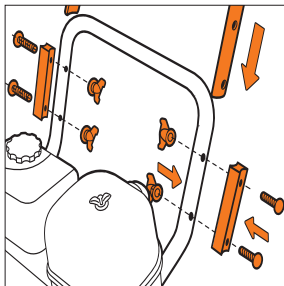

Рис. 3
- Выкрутите болты и гайки из верхней части нижней рукоятки с каждой стороны (Рис. 3).